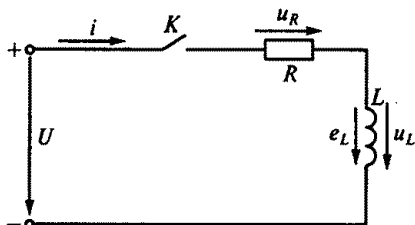

Рис. 142
4.7.Р. Какое из приведенных выражений несправедливо для переходного процесса, возникающего при замыкании ключа K в цепи на рис. 142?
4.9. Какой будет длительность переходного процесса в цепи на рис. 142 при замыкании ключа K , если считать, что он заканчивается через время $t = 3\tau$, соответственно для следующих четырех случаев: